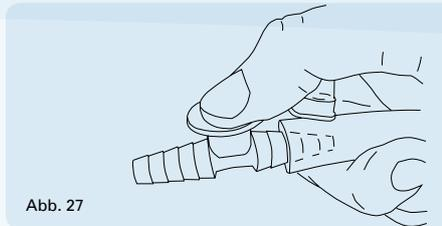

Abb. 27
2. Steuern Sie den Absaugvorgang und das gewünschte Vakuum mit der Nebenluftöffnung am Fingertip (Abb. 27).